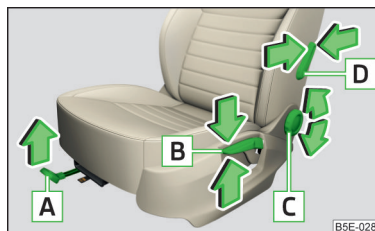

Fig. 66
Elementele de comandă ale scaunului » fig. 66
- Trageți maneta  » fig. 66 în sensul săgeții și împingeți scaunul în direcția dorită.
- Trageți, respectiv împingeți repetat maneta  » fig. 66 în sensul uneia dintre săgeți.
- Rotiți roata de mână [C] » fig. 66 în sensul uneia dintre săgeți.
- Apăsați maneta [D] » fig. 66 în sensul uneia dintre săgețile.